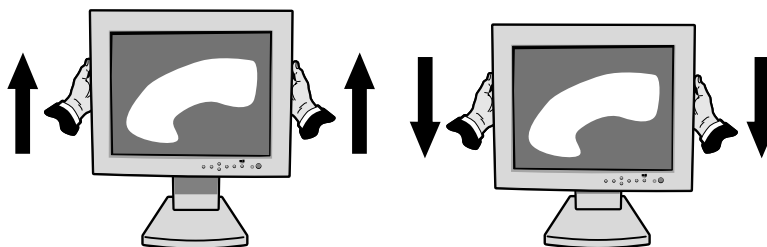

Abbildung RL.1
Legen Sie die Hände auf jede Monitorseite und heben oder senken Sie ihn auf die gewünschte Höhe (Abbildung RL.1).
Legen Sie die Hände auf jede Monitorseite und heben Sie ihn auf die höchstmögliche Position an, um den Bildschirm anzuheben (Abbildung RL.1).
2. Legen Sie die Hände auf jede Monitorseite und heben Sie ihn auf die höchstmögliche Position an (Abbildung RL.1).